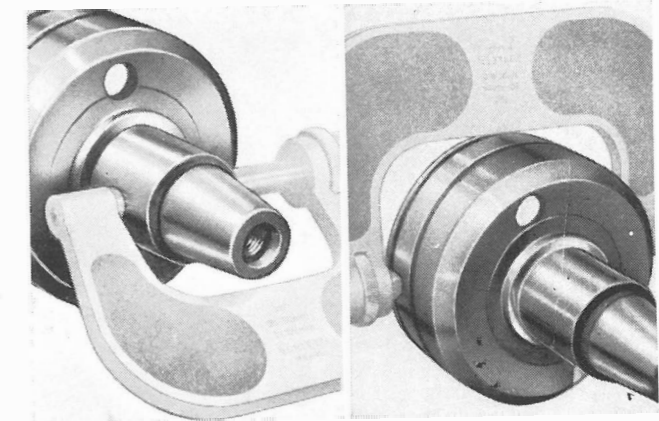

Fig. 86
- Contrôler le diamètre de l'axe en correspondance du roulement à billes (A) ou à rouleaux (B) (Fig. 86).
- Check gear shaft diameters with micrometer measuring journals at ball bearing (A) and needle bearing (B) seating points (Fig. 86).
- Durchmesser der Welle an der Stelle des Kugellagers (A) oder des Nadellagers (B) (Abb. 86) überprüfen. Schliffe der Welle an der Stelle des Oidichtringes mit feinkörniger Schmirgelleinwand wiederherstellen, um der Drehrichtung entgegengesetzte Spiralen zu bilden; Dichtring ersetzen.